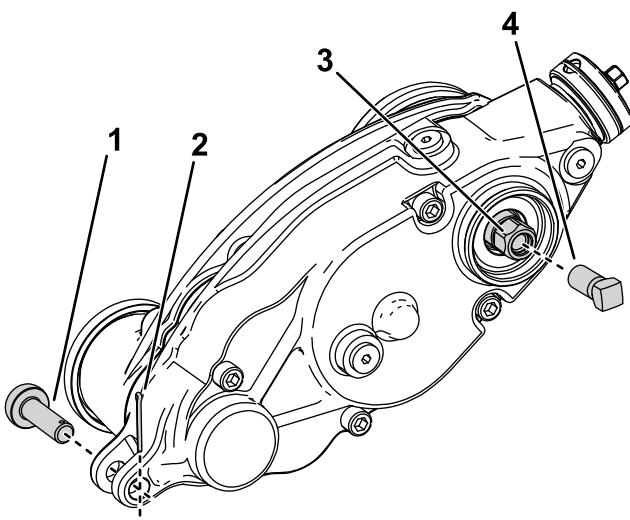

Рисунок 29
3. Отверните штифт регулятора и шплинт, крепящие блок привода механической щетки к рычагам регулятора (Рисунок 29).
6. Снимите блок привода механической щетки с барабана режущего блока, повернув шестигранную головку привода механической щетки (Рисунок 29).